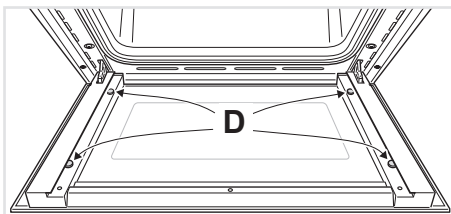

Рис. 4.17
- Убедитесь в правильности размещения 4 (четырех) вкладышей из силиконового каучука «D» (Рис. 4.17).